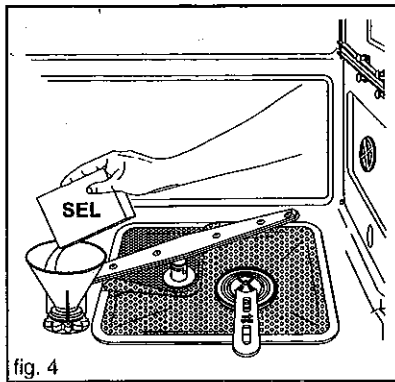

fig. 4
- Adapter l'entonnoir de remplissage qui se trouve à l'intérieur du lave-vaisselle sur l'orifice du réservoir à sel (fig. 4).